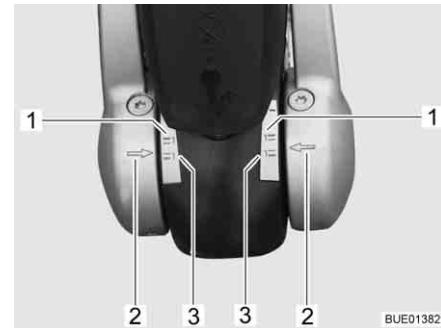

Fig. 185 Indicatore (guarnizioni di attrito a sinistra e a destra)
- Se le frecce sulla flangia di fissaggio disco (Fig. 185,2) si trovano sotto o sulla superficie di marcatura verde (Fig. 185,3), le guarnizioni di attrito sono considerate ancora nuove.
- Se le frecce sulla flangia di fissaggio disco si trovano all'interno delle superfici di marcatura (Fig. 185,1 e 3), le guarnizioni di attrito sono leggermente consumate.
- Se le frecce sulla flangia di fissaggio disco si trovano al di sopra della superficie di marcatura rossa (Fig. 185,1), le guarnizioni di attrito sono consumate. Far sostituire le guarnizioni di attrito.